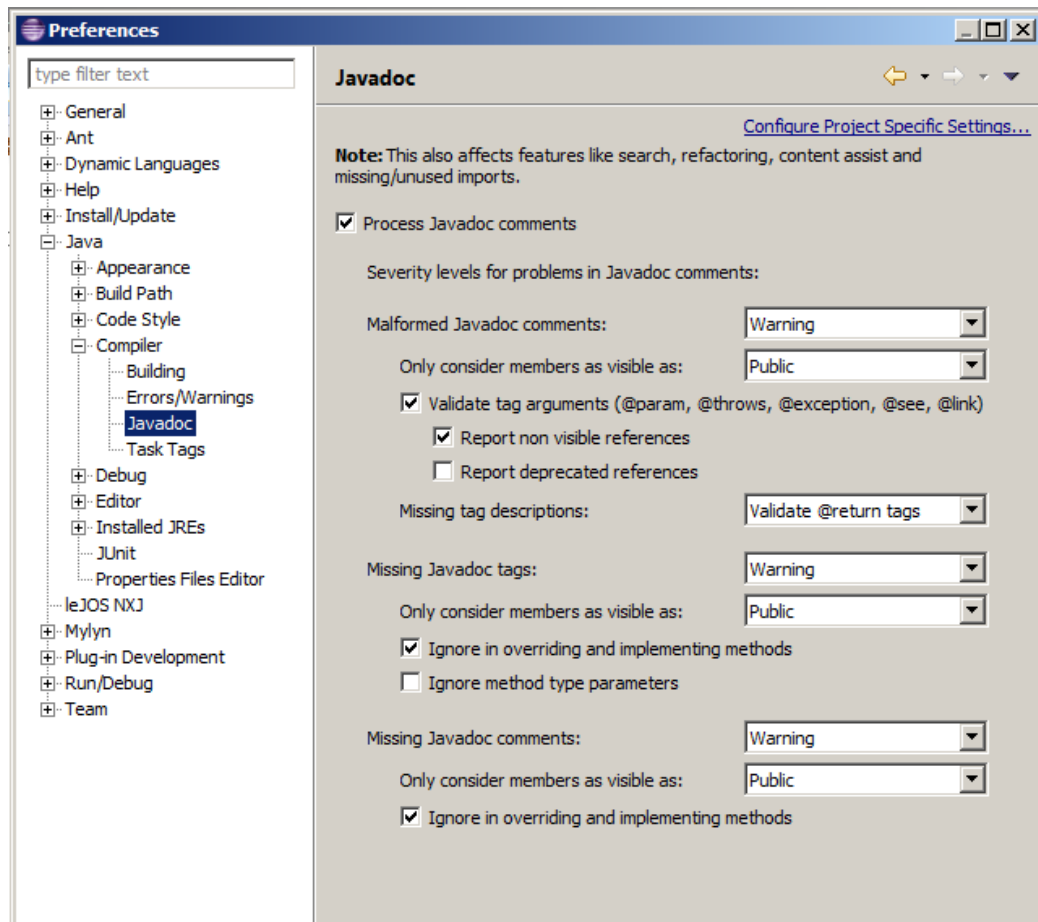

ABBILDUNG 6: JAVADOC WARNING EINSTELLUNGEN
- Alle als public deklarierten Methoden und Klassen sollten mit einem Javadoc-Kommentar versehen werden. Mittels Javadoc kann eine Klassendokumentation in HTML generiert werden. Eingeleitet wird ein Javadoc-Kommentar mit `/**` und geschlossen mit `*/`. Um fehlende Kommentare anzuzeigen, bietet Eclipse entsprechende Einstellungen an: unter Window > Preferences unter Java > Compiler > Javadoc (siehe Abbildung 6: Javadoc Warning Einstellungen).